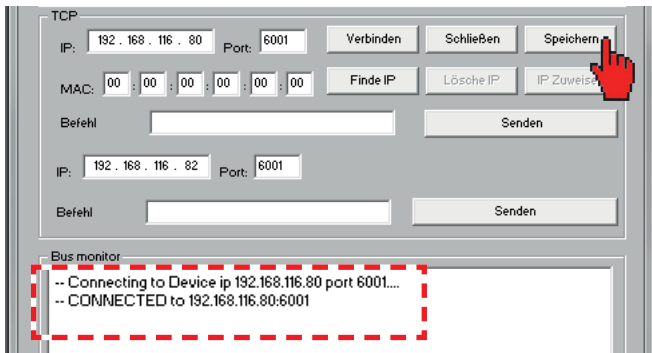

Abb. 21.15: Konfiguration speichern
- 5. Wenn das BCS mit Ihrem Computer verbunden ist, erscheint im Busmonitor die Bestätigung „CONNECTED to x.x.x.x“ (siehe Abb. 21.15). Klicken Sie auf **Speichern**.